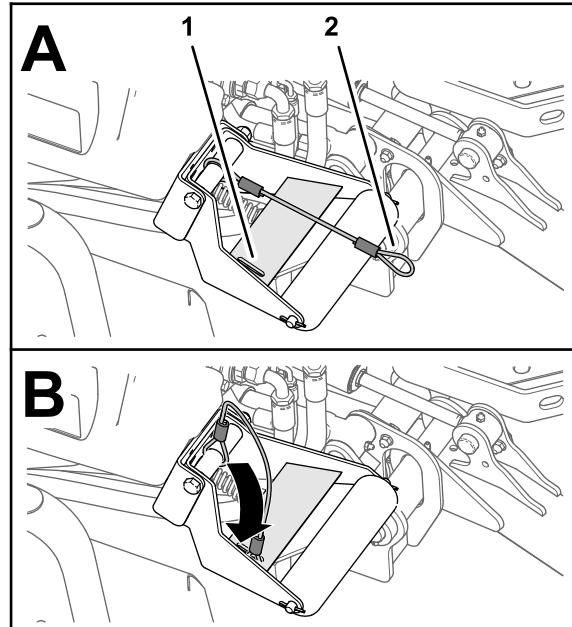

Bild 41
4. Schieben Sie die Schleife der Verbindungsleine bei abgesenkten Mähwerken in den Schlitz in der Verstärkungsplatte der Rollenstütze (Bild 41).